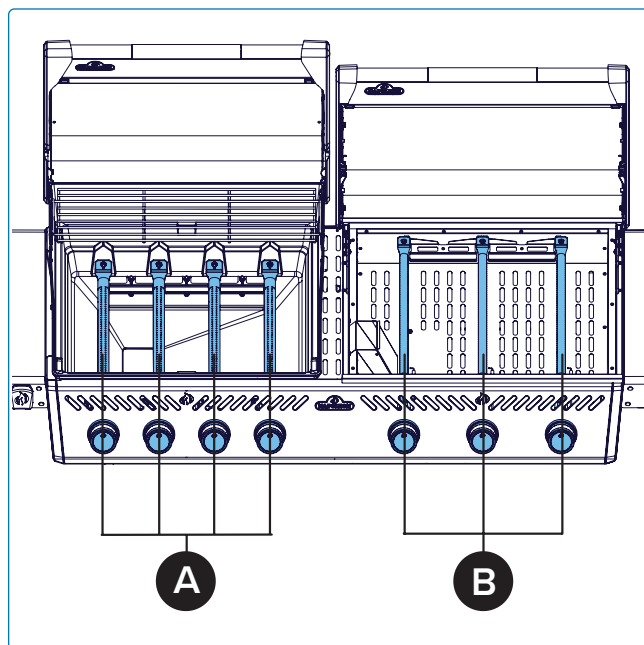
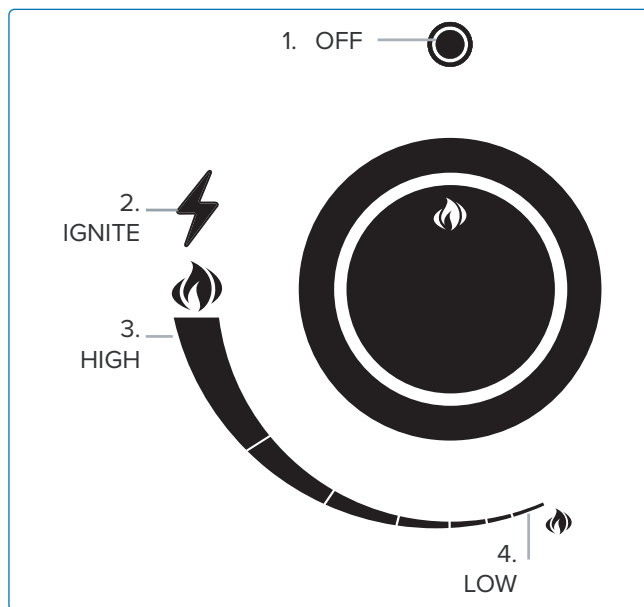

Fig. 8
Fig. 9
1. Abra la tapa (**Fig. 8**).
2. Presione y gire lentamente cualquier perilla de control del quemador principal en sentido antihorario hasta la posición de ALTO hasta que se encienda el piloto. Continúe presionando la perilla de control hasta que el quemador se encienda, luego suéltela (**Fig. 8, Fig. 9**).